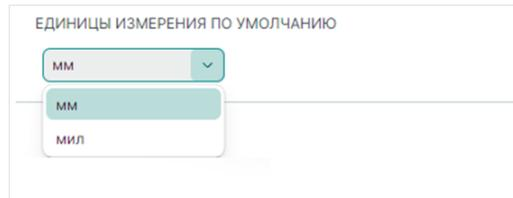

Рис. 64 Выбор единиц измерения
1. Выберите и переключите используемые единицы измерения с помощью выпадающего списка в поле «Единицы измерения по умолчанию», см. Рис. 64.